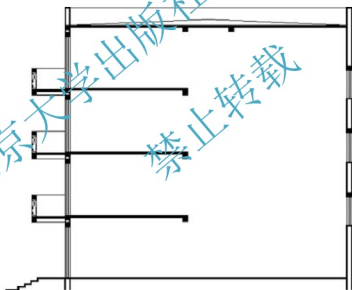

图 4.99 修整剖面图
⑩ 修整剖面图：用【编辑多段线】命令将墙体加粗并绘制出屋面坡度线和门窗，结果如图 4.99 所示。